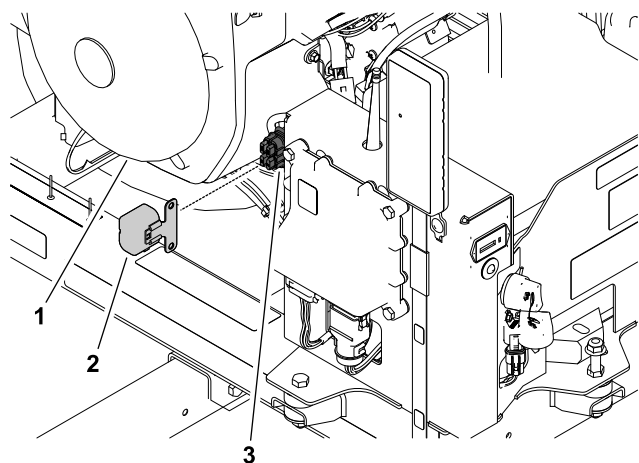

図 42
1. コントロールタワーの前、内側にあるヒューズブロックのカバーを外す 図 42。
2. 切れているヒューズをヒューズブロックから取り出す 図 42。
ヒューズブロックは機体用ワイヤハーネスに組み込まれています。コントロールタワーの右側、レシーバの後ろにあります 図 42。